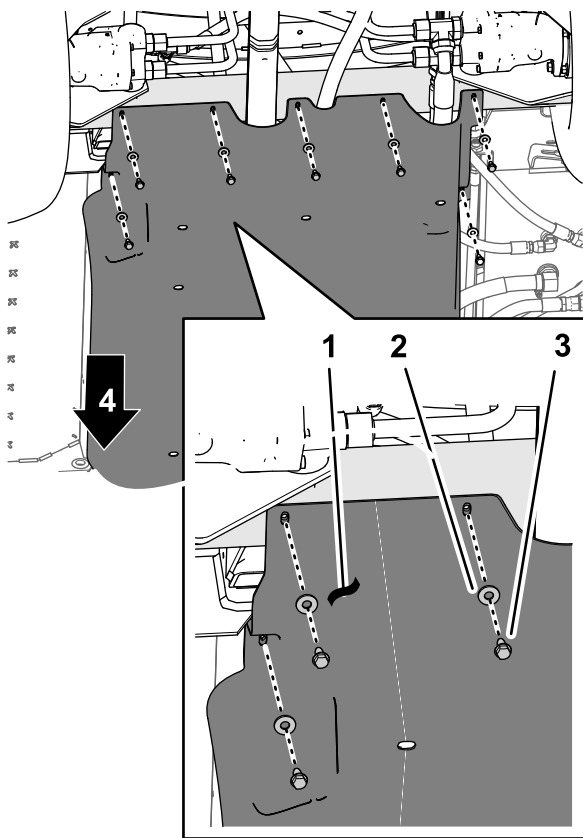
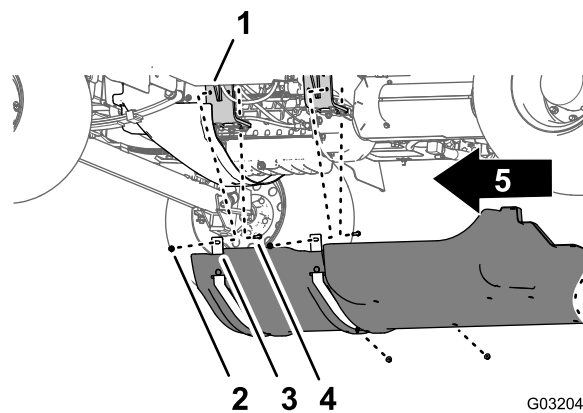

Figura 22
Figura 23
1. Retire os 7 parafusos com cabeça de flange (5/16 x 7 pol.) e as 7 anilhas (5/16 pol.) que prendem a parte de trás do resguardo do chassis inferior ao chassis da máquina (Figura 22).
- Retire as quatro porcas de bloqueio flangeadas (5/16 pol.) dos parafusos e do parafuso de carroçaria que prendem as cintas de suporte do resguardo do chassi inferior aos suportes de montagem do motor da máquina (Figura 23).
- Remova o resguardo do chassi da máquina (Figura 22 e Figura 23).